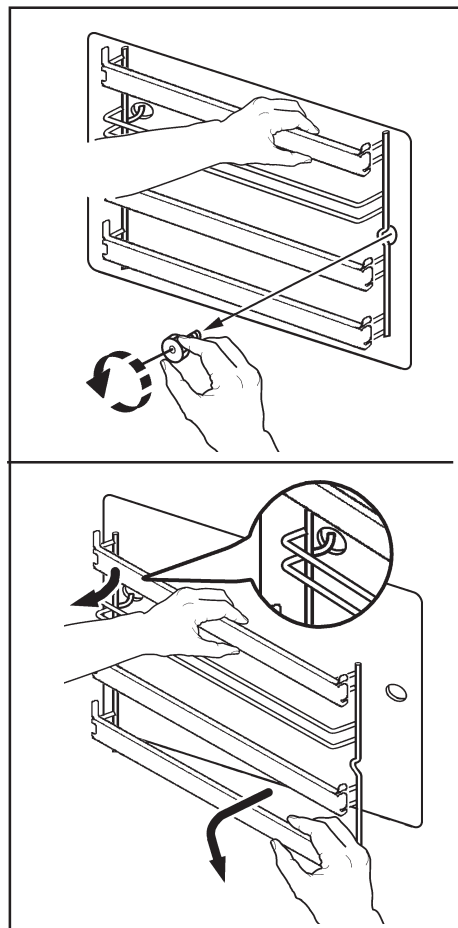

Рис. 35
1. снимите передний винт, другой рукой удерживая держатель противня на своем месте (Рис. 35);
2. высвободите задний крюк и снимите держатели противней (Рис. 35);